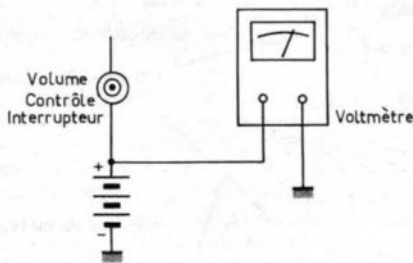

FIG. 1
L'altération suit la courbe de la figure 1, on y voit qu'en pratique les fréquences basses sont moins basses que prévues et les fréquences aiguës plus hautes. L'écart atteint - 30 centèmes pour do1 et + 30 centèmes pour do8. Le centième de ton représentant la racine  $1\ 200$  de 2 ( $1\ 200\sqrt{2}$ ), soit sensiblement 0,06 %. Donc la valeur du do1 doit être altérée de - 1,8 %. On voit que l'écart n'est pas grand et joue dans le cas de cette note sur 0,62 Hz. Cela prouve que l'oreille d'un musicien ou d'un technicien averti de l'électronique est un instrument d'une sensibilité extraordinaire (1).
mesure élevée, on relie une fiche d'essai au châssis et l'autre fiche de connexion de la batterie au potentiomètre de volume-contrôle, et si l'aiguille dévie en sens inverse de la normale, on inverse les connexions (Fig. 1).